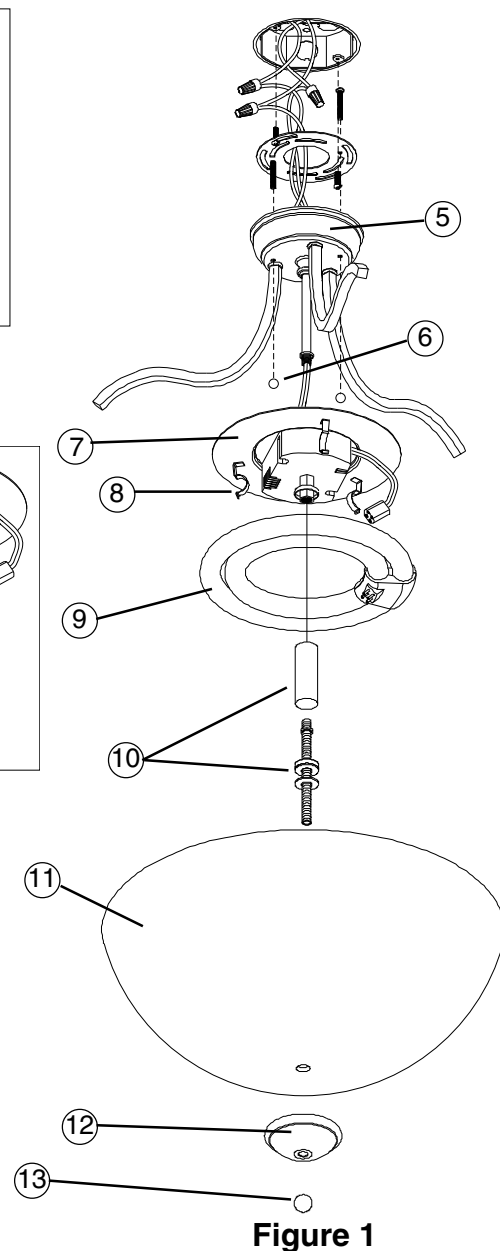

Figure 1
7. Use Wirenuts (3) to connect black fixture wire to the black power supply wire and white fixture wire to the white power supply wire. Tuck wires into junction box.
8. Align holes in canopy with screws extending from the Mounting Plate (1) previously mounted to junction box. Hold canopy against ceiling and secure canopy with two Decorative Finials (6).
9. With power prongs on Lamp (9) facing downward, plug ballast power connector into lamp power receptacle. Position the Lamp over two lamp clips (8) and gently push Lamp over the third clip while pulling the clip slightly back. **See Fig. 1.**
11. Install Glass Diffuser (11) by aligning with Threaded Rod protruding from Diffuser Spacer Assembly (10). Insure that foam washer is between glass and spacer. Secure with Decorative Cup (12) and Finial (13). **See Fig. 1.**
7. Use Capuchones de Alambres (3) para conectar el alambre negro del luminario al alambre negro de suministro de electricidad y el alambre blanco del luminario al alambre blanco de suministro de electricidad. Meta los alambres en la caja de ensambladura.
8. **Alinee los agujeros en el espaciador de sobrecielo** con los tornillos que extienden de la Placa Montaje (1) previamente montados a la caja de ensambladura. Sostenga el espaciador de sobrecielo contra el techo y asegúrelo con dos Decorativas Finials (6).
9. **Con las horquillas de energía en la lámpara (10)** boca abajo, enchufe el conector de energía del balastro en el receptáculo de energía de la lámpara. Coloque la Lámpara sobre las dos grapas de la lámpara (8) y suavemente empuje la lámpara sobre la tercera grapa mientras este levemente tirando hacia atrás la grapa. **Vea Fig. 1.**
11. **Instale el Difusor de Vidrio (11)** alineándolo con la Varilla Roscada que sobresale del Ensamblaje del Espaciador del Difusor (10). Asegure que la arandela de espuma este entre el vidrio y el espaciador. Asegure con Copa Decorativa (12) y el Finial (13). **Vea Fig. 1.**